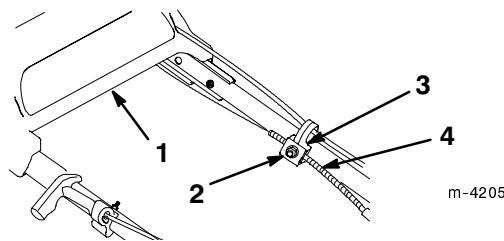

Figure 27
3. Desserrez l'écrou du support de guidage du câble (Fig. 27).
- Baissez la gaine du câble (vers la tondeuse) pour éliminer le mou du câble (Fig. 27).
- Tout en maintenant la gaine dans cette position, desserrez le support de transmission et serrez l'écrou sur le support du câble (Fig. 27).